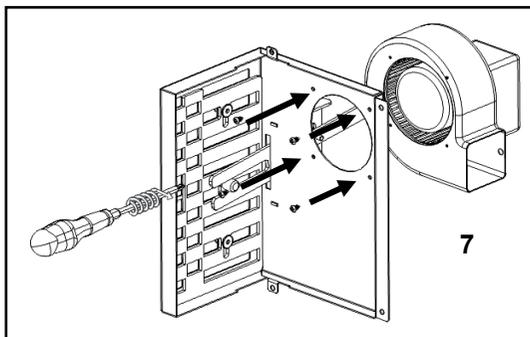

Figura 31 - Fixação apoio com o ventilador
f) Apertar o conjunto da figura 31 na face superior da camara de combustão utilizando 4 parafusos **(A)** nos furos preparados para o efeito **(8)**.